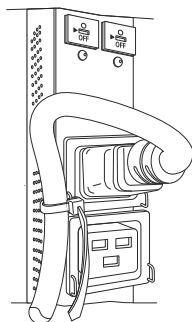

図 14. ケーブルタイを使ってケーブルを固定する方法
7. すべての電源コードをきちんと通します。ケーブルタイを使って、差し込み口の脇にあるループにコードを固定してください（図 14 を参照）。